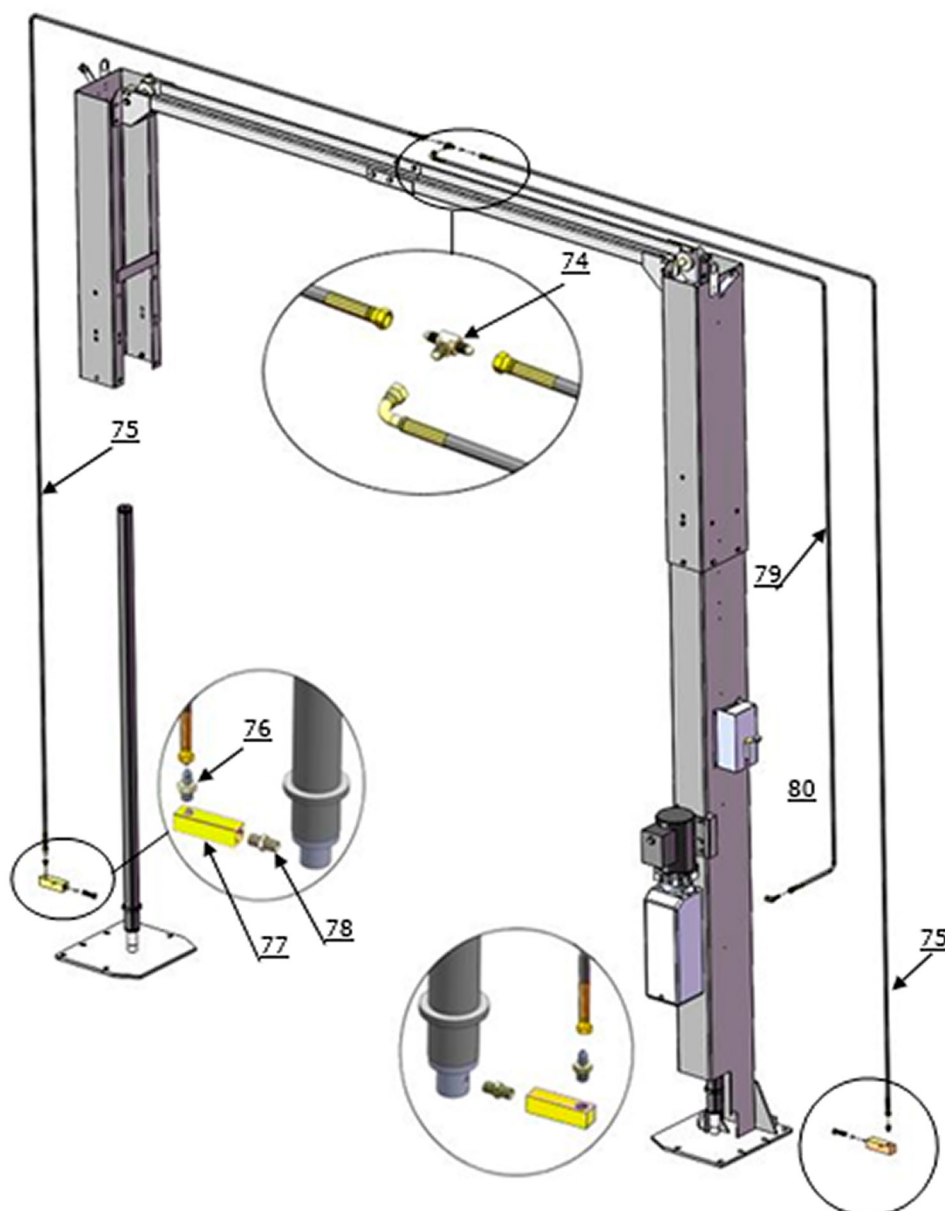

Fig.30
1. Conecte as 2 mangueiras de óleo conforme mostrado. (Veja a Fig.30)